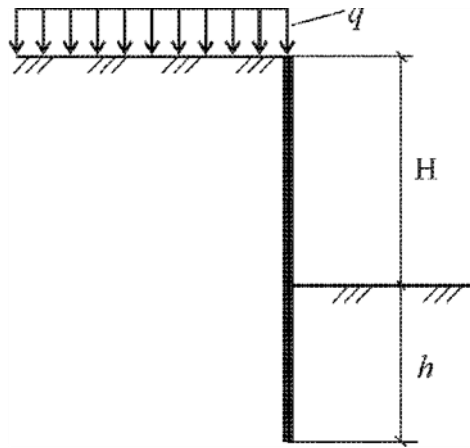

Рис.5
1. Определить активное $p_{а\varphi}$ и пассивное $p_{п\varphi}$ давления грунта на стенку ограждения котлована в несвязном грунте. Построить эпюры давлений (рис. 5).
2. Определить активное p_a и пассивное p_p давления грунта на стенку ограждения котлована в связном грунте. Построить эпюры давлений (см.рис.5).